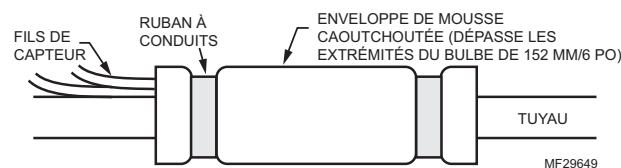

Fig. 2. Couvrir le bulbe et le tuyau avec l'isolant.
3. U besoin, couvrir le bulbe d'isolant et s'assurant qu'il dépasse des extrémités du bulbe d'au moins 152 mm (6 po). Voir la Fig. 2.
4. Fixer l'isolant à l'aide de ruban à conduits ou de ruban métallique. Voir la Fig. 2.